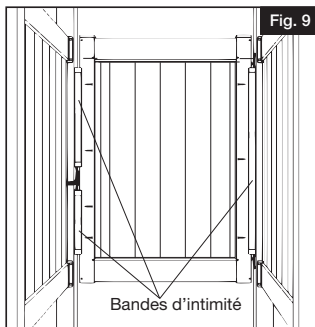

Fig. 9
- Place privacy strips on inside of posts so that they are flush with the door when the door is closed. (Fig. 9). Secure privacy strips to posts using supplied screws.
- Placer les bandes d'intimité sur l'intérieur des poteaux de manière à ce qu'elles affleurent la barrière lorsque la barrière est fermée (Fig. 9). Fixer les bandes d'intimité aux poteaux à l'aide des vis fournies.
- Colocar las franjas de privacidad en el interior de los postes para que queden a ras de la puerta cuando la puerta está cerrada. (Fig. 9). Asegurar las franjas de privacidad en el poste utilizando los tornillos suministrados.